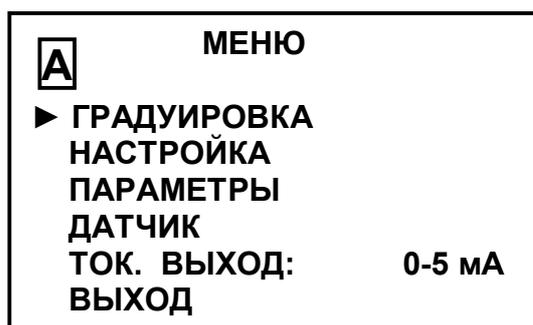

Рисунок 1.9
1.5.5.3 Работа с экраным МЕНЮ [A] и МЕНЮ [B] (рисунок 1.9)